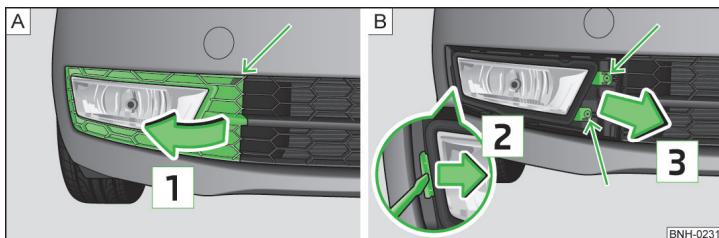

Abb. 153 Vorderer Stoßfänger: Schutzgitter / Ausbau des Nebelscheinwerfers
- Das Schutzgitter im Pfeilbereich » Abb. 153 - **A** mithilfe des Bügels zum Abziehen der Radvollblenden » Seite 153, Bordwerkzeug lösen.
- Das Schutzgitter in Pfeilrichtung **1** » Abb. 153 abnehmen.
- Die mit Pfeilen gekennzeichneten Schrauben » Abb. 153 - **B** herausschrauben¹⁾.
- Bei erneutem Einbau den Nebelscheinwerfer entgegen der Pfeilrichtung **3** » Abb. 153 einsetzen und festschrauben.